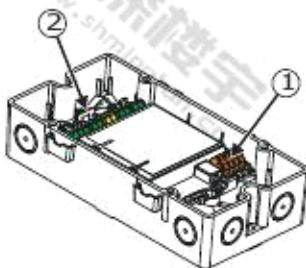

图 3
- 安装在保护盒内 (图 3)
- 安装在保护盒内(图 3)
2. 先将接有橙色端子的一端插入模块，再将整个模块按紧(图 3)。